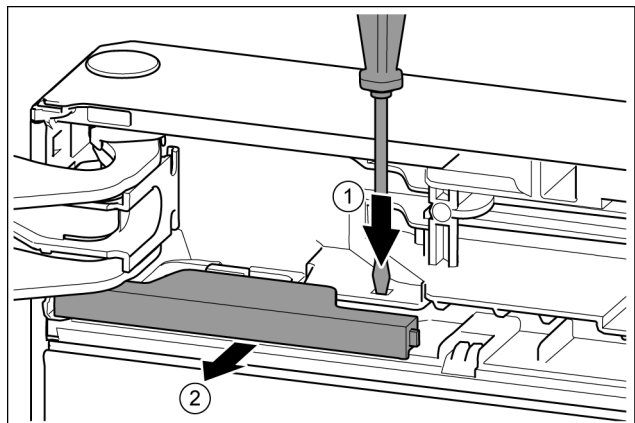

Fig. 12
- ▶ Lasche mit Schlitzschraubendreher drücken. Fig. 12 (1)
- ▶ Abdeckung aus der Verrastung ziehen. Fig. 12 (2)